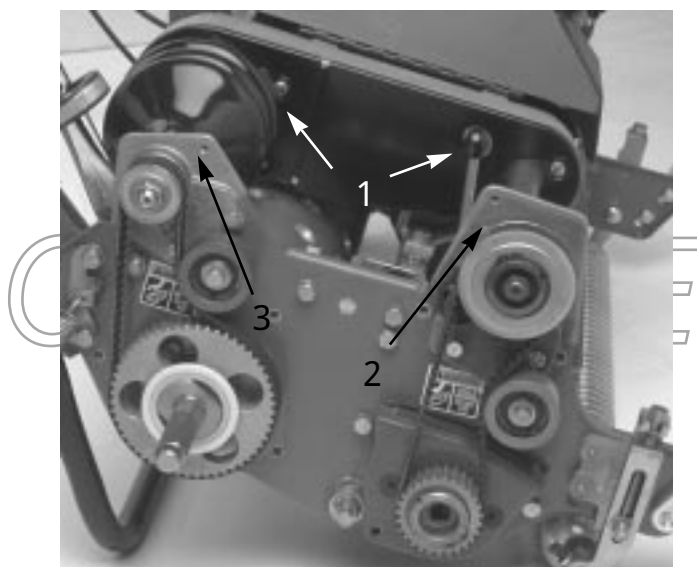

図 42
4. デファレンシャル・カバーの前部分と後部分を外す (カバーをハウジングに固定しているキャップスクリュを取ってカバーを開く；図42)。
6. 前クラッチ・ハウジング (図42) をサイド・プレートに固定しているキャップスクリューとロックナット (各2) を取る。
8. 右後ベアリング・ハウジング (図42) をサイド・プレートに固定しているキャップスクリュー (各2) を取る。